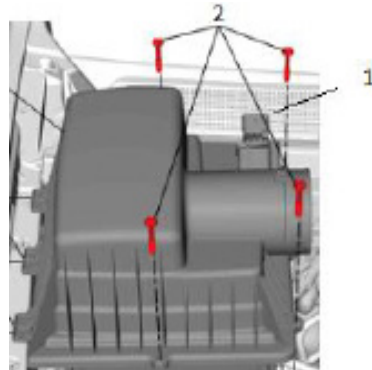

Figura 1
1. Desconectar sensor MAF (1 en la Figura 1). Afloje la abrazadera y retire el ducto de la cubierta del motor de la tapa de la caja de aire de fábrica. Afloje los cuatro tornillos (2) y retire la tapa de la caja de aire de fábrica del alojamiento de la caja de aire de fábrica. La caja de aire no saldrá fácilmente a menos que retire la tapa primero.